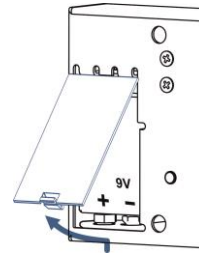

Рис. 5.1
- Снимите крышку батарейного отсека замка см. Рис. 5.1.